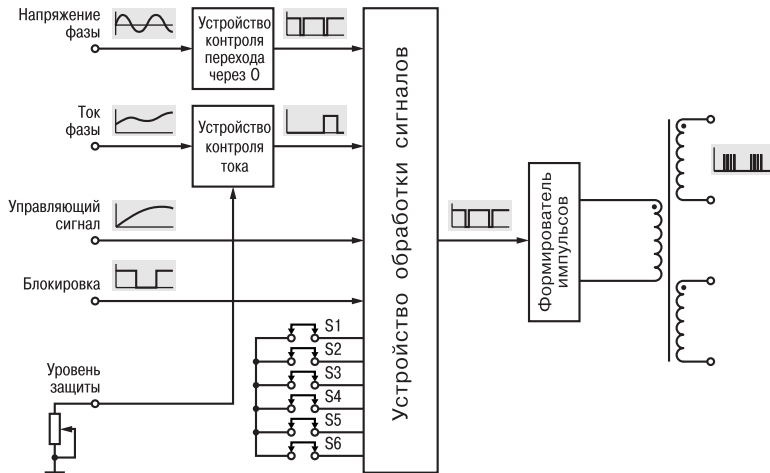

Рис. 2
3.1.1. Каждый канал управления состоит из устройства контроля перехода напряжения фазы через ноль, устройства контроля тока фазы, устройства обработки сигнала, формирователя импульсов и импульсного трансформатора (рис. 2).